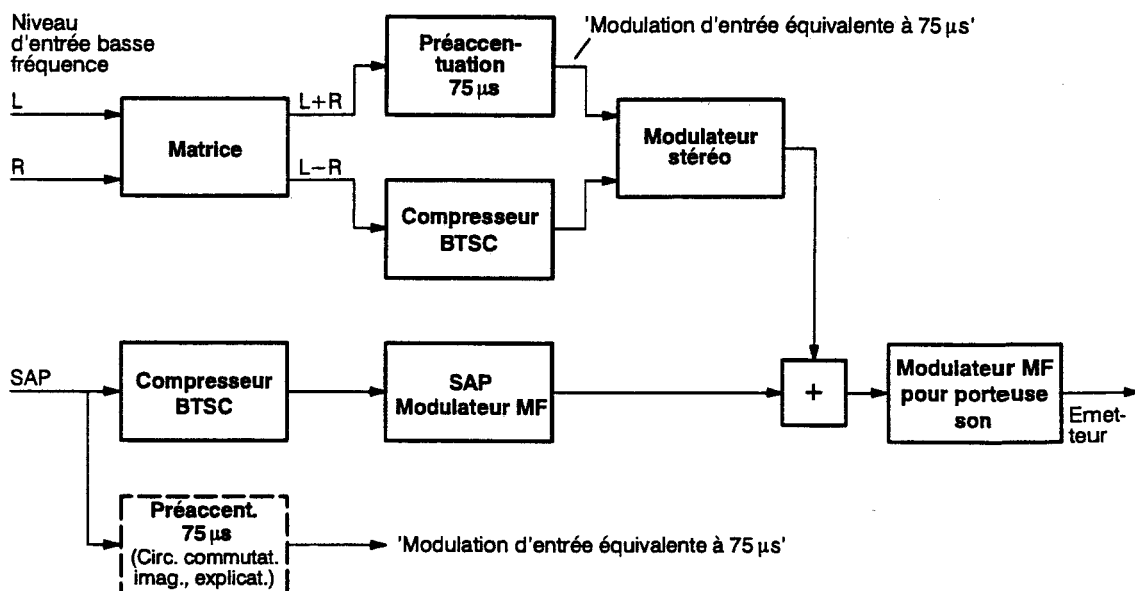

Fig. 2 Schéma de couplage simplifié d'un émetteur BTSC
Le spectre de la bande de base BTSC à bande large est transmis par modulation de fréquence sur la porteuse son (4,5 MHz). Compte tenu de la caractéristique de bruits parasites typique des systèmes de transmission MF, le niveau de bruit augmente avec la fréquence de modulation. Afin d'améliorer le rapport signal/bruit pour le signal différentiel L-R et pour le deuxième signal son (SAP), les deux canaux sont codés par un compresseur BTSC, voir figure 2.
La figure 2 présente un schéma de couplage simplifié d'un émetteur BTSC. Vous trouverez des indications relatives aux normes de modulation BTSC et aux déviations crêtes maximales autorisées à la page suivante.
- Le niveau d'entrée du son maximal admis pour 100 % de modulation ($100\% \pm 0$ dB) dépend de la fréquence en raison de la préaccentuation de 75 μ s, voir figure 2.
- Une autre définition de niveau fréquemment utilisée est la "modulation d'entrée équivalente à 75 μ s" d'un certain pourcentage, par ex. 100 %. Elle sert de référence et détermine le niveau de modulation que l'on obtient pour un signal mono équivalent généré par une préaccentuation de 75 μ s, voir figure 2.